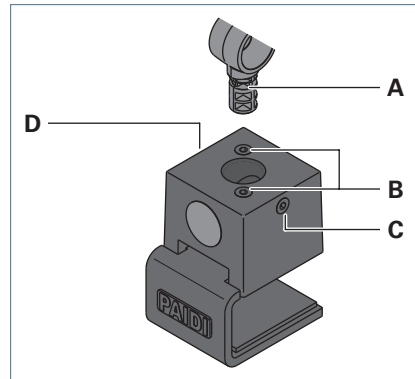

Fig. 1: Montieren.
- ▶ Fixieren Sie die Tischklemme mit den Schrauben **B** an der Montageoberfläche, siehe Fig. 1.